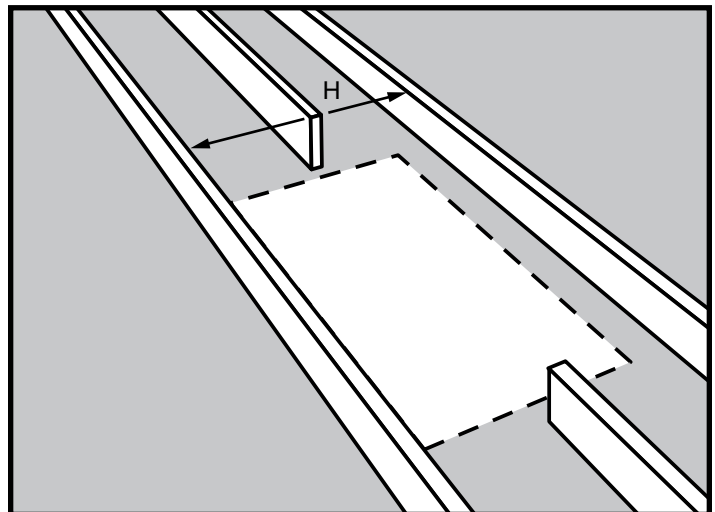

Figure 14
- Étape 1. Mesurez la longueur de chevêtre "H" entre les solives non coupées (Voir la Figure 14).